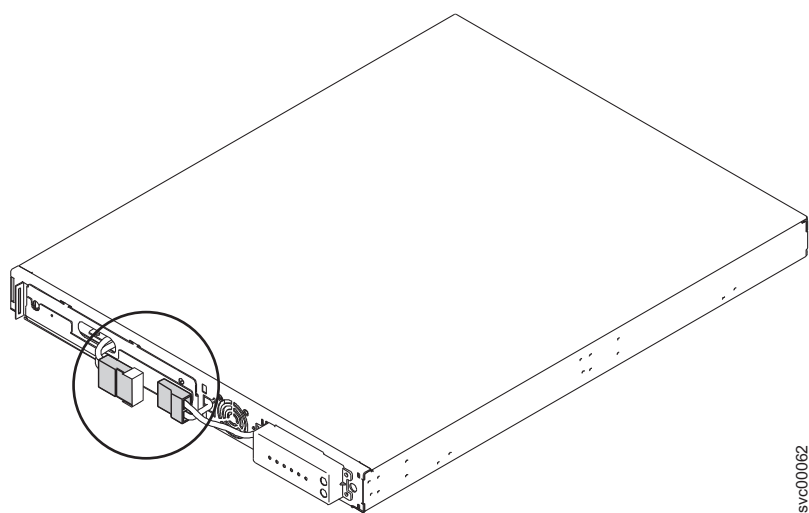

图 227. 装有保护胶带的 2145 UPS-1U 内部电池接口
6. 卸下内部电池连接器（在图 227 中用圆圈标识）上的保护带。